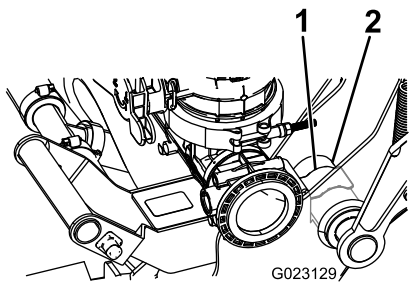

図 24
- D. そして 図 24 のように、スプリングクリップをピボットチューブにはめる。